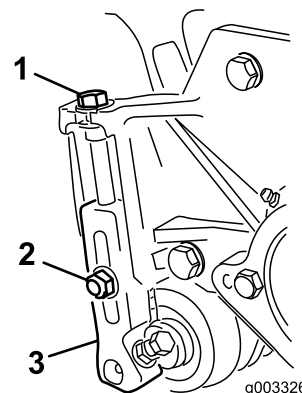

Figura 11
3. Desaperte as porcas de bloqueio que fixam os suportes da altura de corte às placas laterais da unidade de corte (Figura 11).